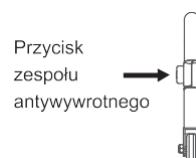

Рисунок 5.9
- Нажмите кнопку реверса на узле антискользчика и поверните узел антискользчика против часовой стрелки, пока не услышите "щелчок". Сборка антипрокидывателя развернута, и труба антипрокидывателя находится на высоте примерно 4 см от земли, см. рис. 5.9 и 5.10.